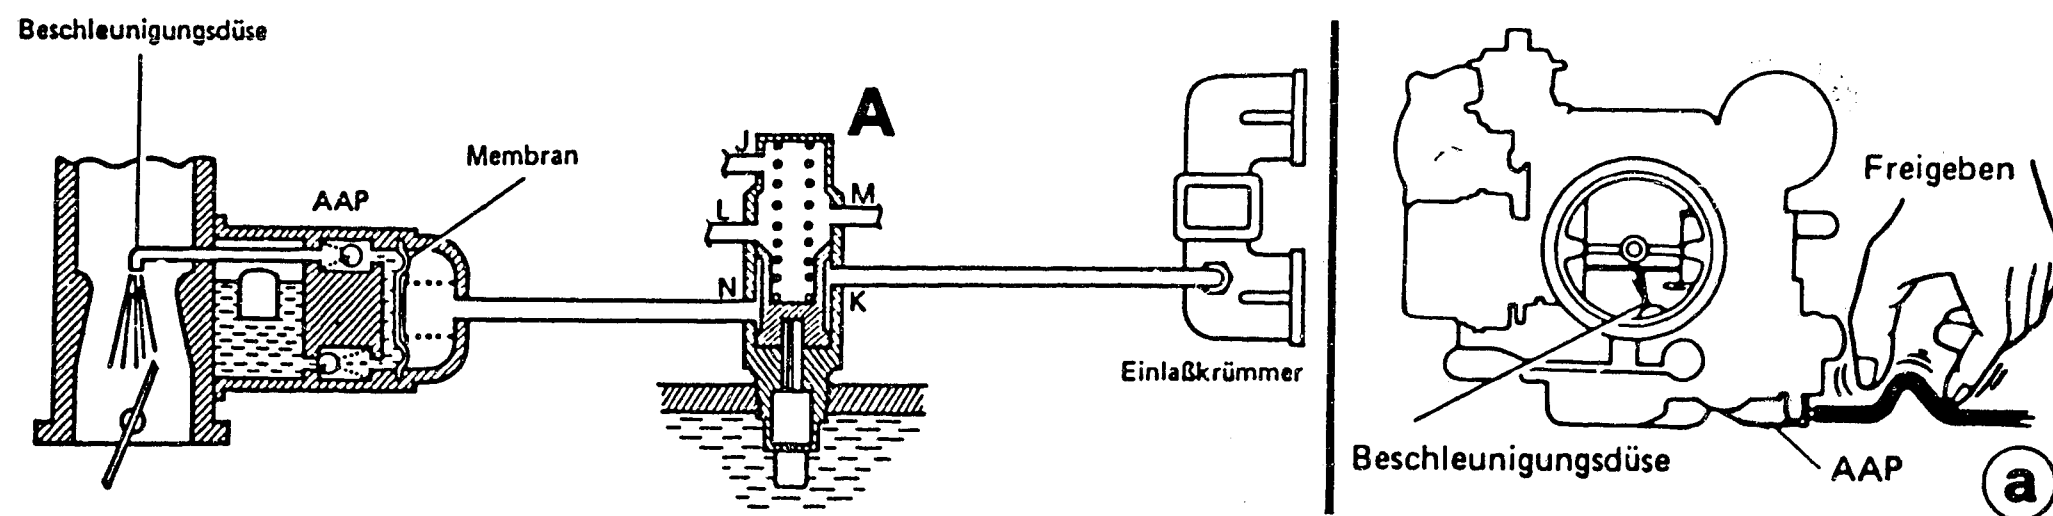

Bild 24 Beschleunigungshilfspumpe am **Motor 4A-C**: Unterhalb 50°C ist der
d) Die **Beschleunigungshilfspumpe** vergrößert bei Kühlmitteltemperaturen unter 50°C durch Ansaugrohr-Unterdruck den Arbeitsraum der Beschleunigungspumpe, sodass mehr Treibstoff eingespritzt wird (Bild 24).